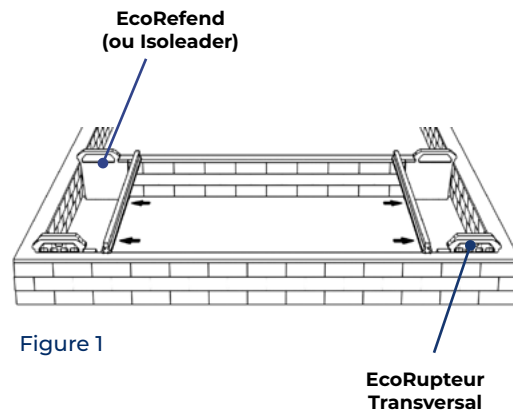

Figure 1
- Procéder de la même manière pour la mise en place à l'extrémité opposée (Figure 1)